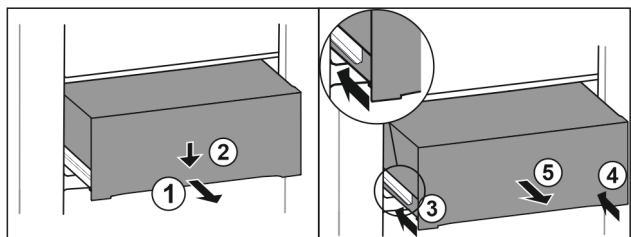

Fig. 155
- ▶ Predal izvlecite do polovice. *Fig. 155 (1)*
- ▶ Predal na sprednji strani potisnite navzdol. *Fig. 155 (2)*
- ▶ Levo vodilo potisnite približno 2 cm noter. *Fig. 155 (3)*
- ▶ Desno vodilo potisnite približno 2 cm noter. *Fig. 155 (4)*
- ▶ Predal vzemite ven v smeri naprej. *Fig. 155 (5)*